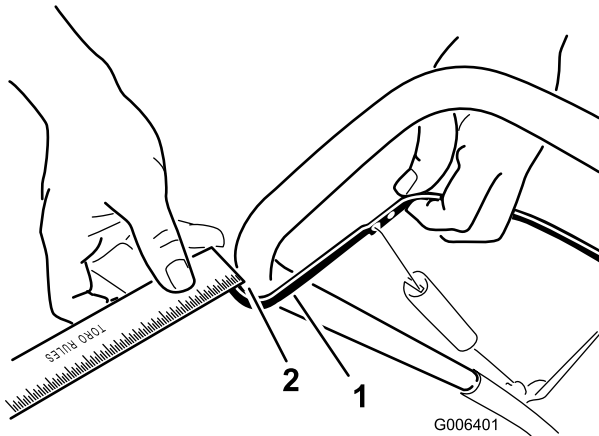

Figure 20
Rapprochez la barre de commande du guidon pour tendre le câble de commande (Figure 20).
**Remarque:** Vérifiez que la barre de commande et le guidon sont espacés de 2 à 3 mm (1/16 à 1/8") (Figure 20).
2. Accrochez le raccord en Z à un trou plus haut ou plus bas sur la biellette de réglage de manière à obtenir un écart de 2 à 3 mm (1/16 à 1/8") entre la barre de commande et le guidon (Figure 20).